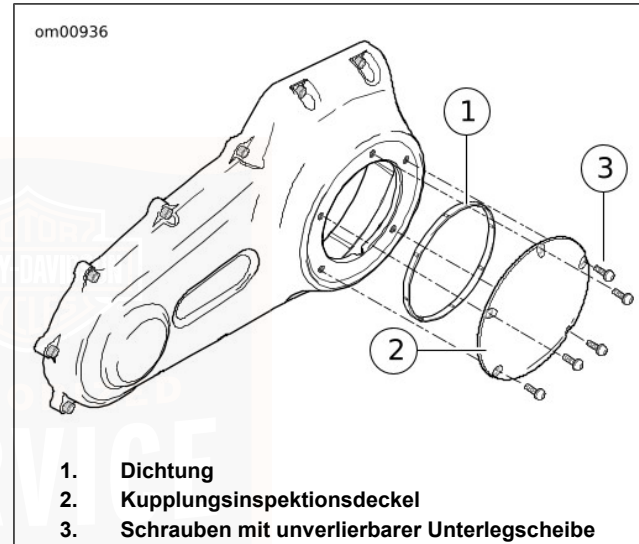

Abbildung 37. Kupplungsdeckel
2. Siehe Abbildung 37. Die fünf Schrauben (3) (mit unverlierbaren Unterlegscheiben) mit einem T-27 TORX-Steckschlüsseleinsatz entfernen, um den Kupplungsinspektionsdeckel (2) vom Primärkettengehäusedeckel zu lösen.